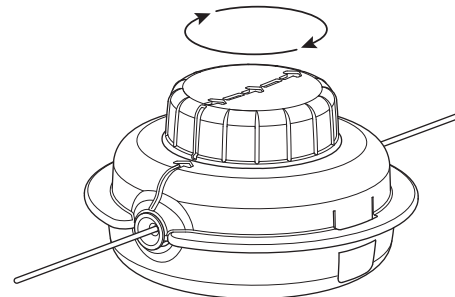

Fig. 17
5. Gire la perilla de impacto en el sentido de las agujas del reloj para enrollar el hilo hasta que sobresalgan aproximadamente 5 pulgadas (12.7 cm) por cada lado del cabezal de corte (Fig. 17). **NO** oprima la perilla de impacto mientras se enrolla el hilo.